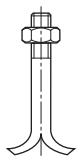

Fig. 9: Kotvové skrutky
- Kotvové skrutky (pozri Fig. 9) zaveste do určených otvorov.